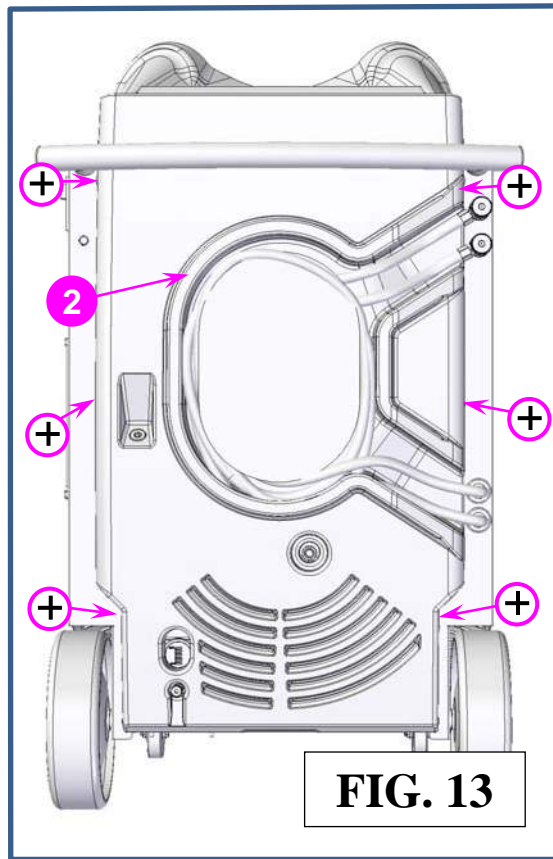

FIG. 13
Retire a cobertura de plástico traseira (ref. 2, Fig. 13) para acessar os reservatórios da máquina.